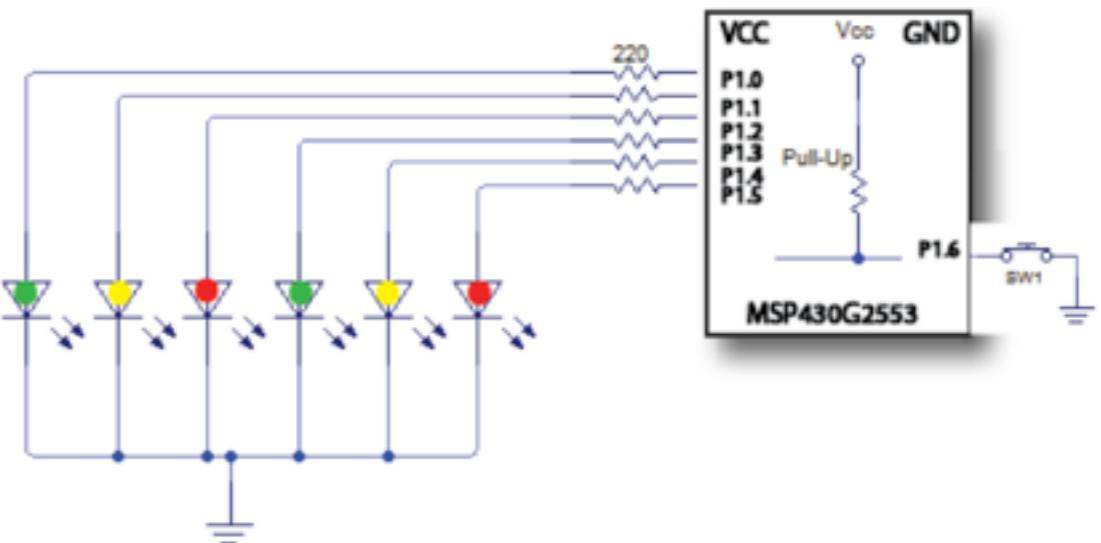

Figura 3.8. Conexión de los elementos externos con el microcontrolador, cuando se configura la resistencia de pull-up interna.
2.1 Una vez retirada la resistencia de pull-up externa, corroborar que la conexión sea como se muestra en la figura 3.8